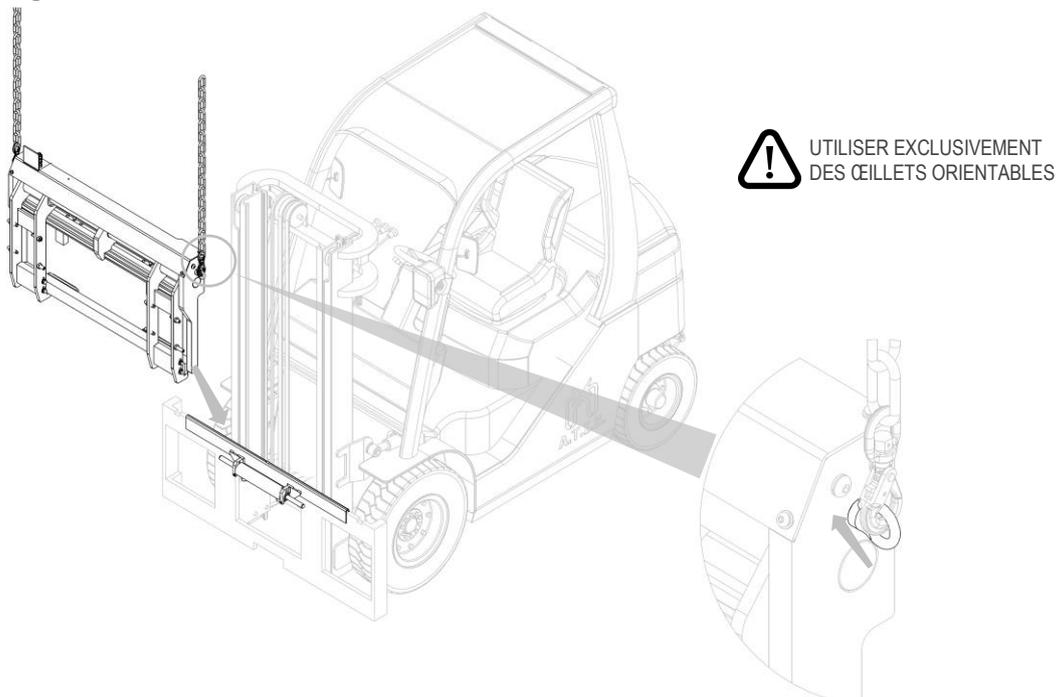

Figure 4
6. Pour la manutention, seuls des œillets réglables doivent être utilisés, qui doivent être vissés dans les trous latéraux appropriés (voir détail Figure 4).
7. Accrochez ensuite l'équipement aux œillets et avec un pont roulant ou un palan de portée suffisante, placez-le sur le crochet double en prenant soin de le positionner correctement (voir Figure 4).